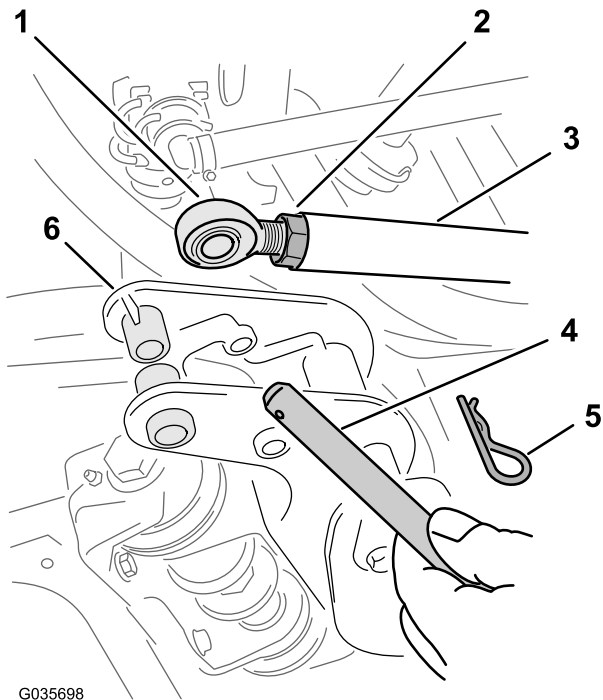

Figura 7
2. Nos suportes da articulação nas secções da rampa exterior, retire o perno de gancho e o passador de forquilha que prendem a extremidade da barra para o cilindro de elevação ao suporte da articulação (Figura 7).
5. Desaperte as porcas de bloqueio nas extremidades das barras para cada cilindro de elevação (Figura 7).
6. Ajuste a extremidade da barra para a extremidade dos cilindros de elevação até o orifício na extremidade da barra ficar alinhado com os orifícios nos suportes de articulação para as secções da rampa (Figura 7).
8. Prenda os passadores de forquilha aos suportes de articulação com os contrapinos de gancho (Figura 7) que retirou no passo 2.
9. Aperte a porca de bloqueio em cada barra até as porcas ficarem bem presas (Figura 7).